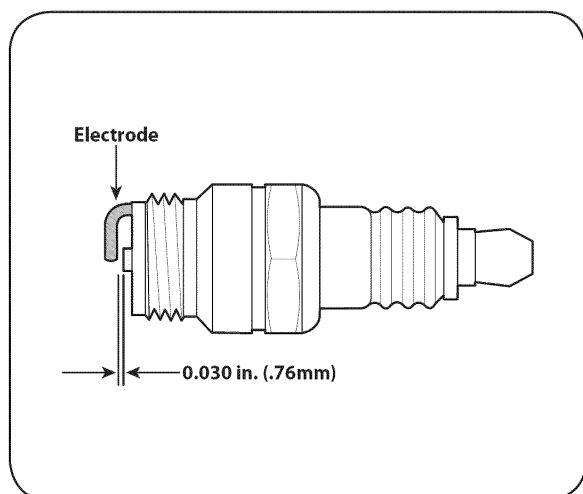

РИС. 11
3. Проверьте зазор проволоочным щупом (см. Рис. 11). Значение зазора между электродами свечи должно составлять 0,030 дюйма (0,76 мм). При необходимости отрегулируйте зазор.